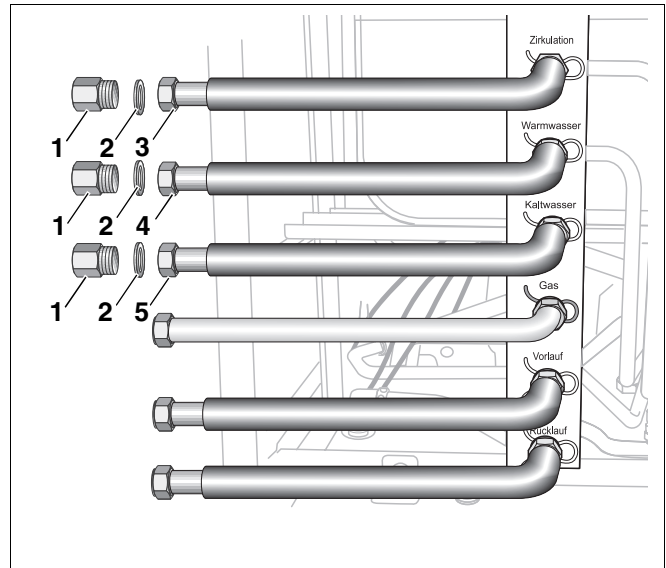

Abb. 5 Übergangsstücke $G\frac{3}{4} \times Rp\frac{3}{4}$ befestigen
- Die drei Übergangsstücke $G\frac{3}{4} \times Rp\frac{3}{4}$ (Abb. 5, **Pos. 1**) mit eingelegten Dichtungen (Abb. 5, **Pos. 2**) an den Überwurfmuttern der Anschlussrohre EZ (Abb. 5, **Pos. 3**), AW (Abb. 5, **Pos. 4**) und EK (Abb. 5, **Pos. 5**) befestigen und mit einem Schraubenschlüssel SW 30 festziehen.